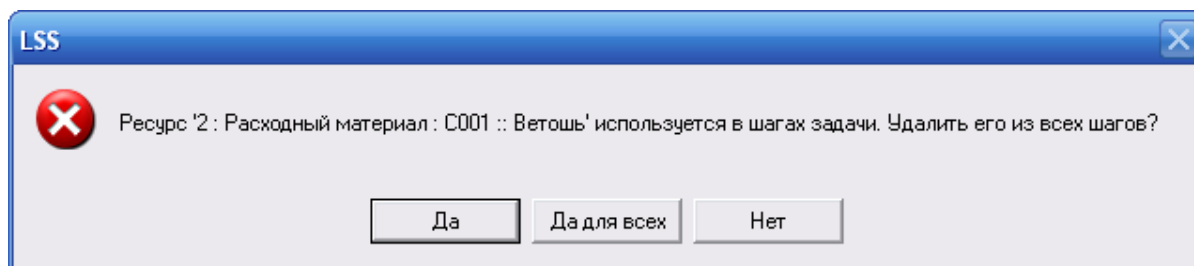

Рис. 2-48
3. Если ресурс используется в шаге задачи, то появится сообщение, представленное на рис. 2-48. При нажатии на кнопку **Да** ресурс удаляется из задачи и из всех шагов. Кнопка **Да для всех** применяется для подтверждения удаления всех выделенных ресурсов, используемых в шагах задачи (при одновременном удалении нескольких ресурсов). При нажатии на кнопку **Нет** ресурс не удаляется.